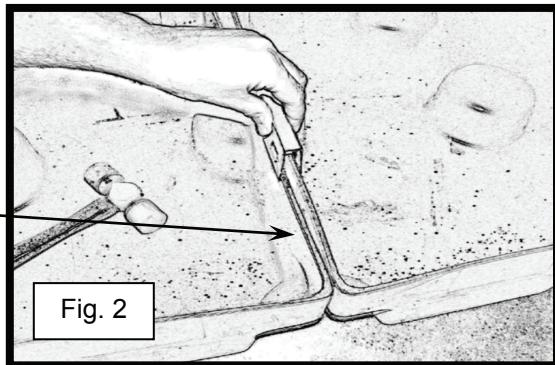

Fig. 2
- 2) Joindre les deux dispositifs d'accumulation (consulter la fig. 2). Mettre l'attache de liaison sur les bords supérieurs des dispositifs d'accumulation (consulter la fig. 2).
- 3) Une fois que l'attache de liaison est posée sur les bords supérieurs des deux dispositifs d'accumulation, enfoncer l'attache à l'aide d'un maillet ou d'un petit marteau (consulter les fig. 2 et 3). **REMARQUE : Ne pas utiliser votre main. Vous risquez de vous blesser si vous martelez l'attache avec votre main.**